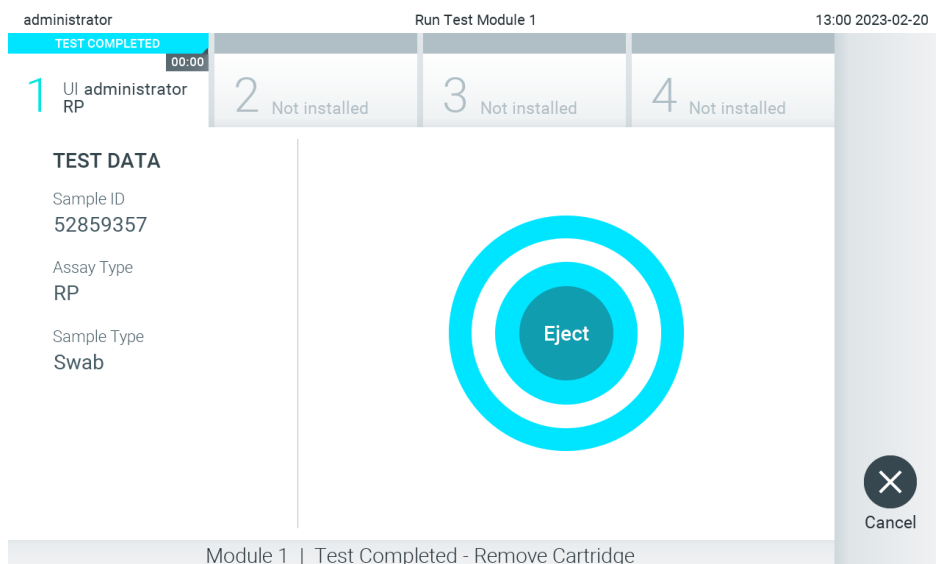

Abbildung 29. Anzeige des Bildschirms eject (auswerfen)
10. Nach Abschluss des Tests wird der Bildschirm Eject (Auswerfen) angezeigt (Abbildung 29).